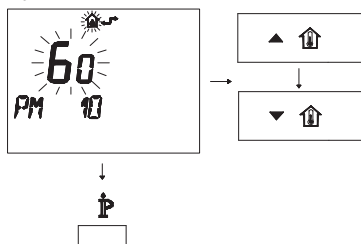

Рисунок 5.84
- Измените заданное значение при помощи кнопок или и подождите, пока заданная цифра не начнет мигать (Рисунок 5.84).